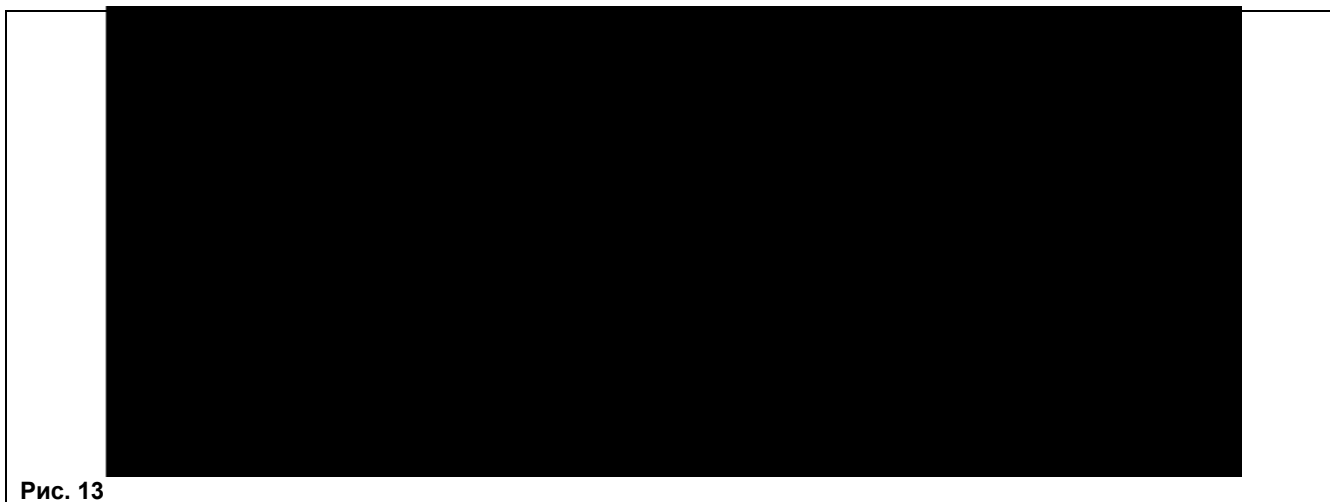

Рис. 13
- Проверить давление газа на горелке согласно таблице 1 для соответствующей модели котла и соответствующего типа газа. При необходимости снять крышку модулятора (позиция 4, рис.12) и поворачивать латунный винт (винт **a**, рис.13) до достижения давления, указанного в таблице 1 для соответствующей модели котла и соответствующего типа газа.
- Отсоединить провод питания модулятора. Котел перейдет в режим минимальной мощности. Проверить давление газа на горелке согласно таблице 1 для соответствующей модели котла и соответствующего типа газа. При необходимости и поворачивать винт (винт **b**, рис.13) до достижения давления, указанного в таблице 1 для соответствующей модели котла и соответствующего типа газа.